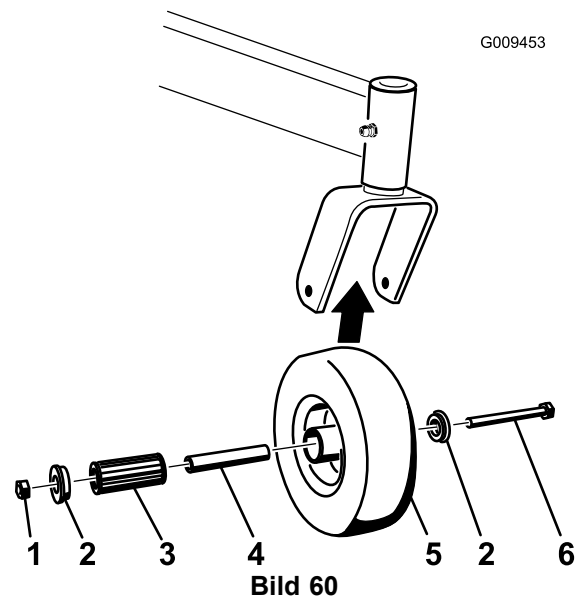

Bild 60
1. Entfernen Sie die Sicherungsmutter und die Radschraube, mit denen das Laufrad an der Laufradgabel befestigt ist (Bild 60).
2. Entfernen Sie eine Büchse und ziehen Sie dann die Steckbüchse sowie das Rollenlager aus der Radnabe heraus (Bild 60).
3. Entfernen Sie die andere Büchse aus der Radnabe und entfernen Sie Fett- und Schmutzrückstände von der Nabe (Bild 60).
4. Prüfen Sie das Rollenlager, die Büchsen, die Spannbüchse und die Innenseite der Radnabe auf Abnutzung. Tauschen Sie abgenutzte und beschädigte Teile aus (Bild 60).
5. Stecken Sie zum Zusammenbauen eine Büchse in die Radnabe. Fetten Sie das Rollenlager und die Vierkantbüchse ein und schieben beide in die Radnabe. Stecken Sie die zweite Büchse in die Radnabe (Bild 60).
6. Bringen Sie das Laufrad in der Laufradgabel an und befestigen Sie es mit der Radschraube und Sicherungsmutter. Ziehen Sie die Sicherungsmutter so weit fest, dass die Vierkantbüchse auf die Innenseite der Laufradgabeln trifft (Bild 60).